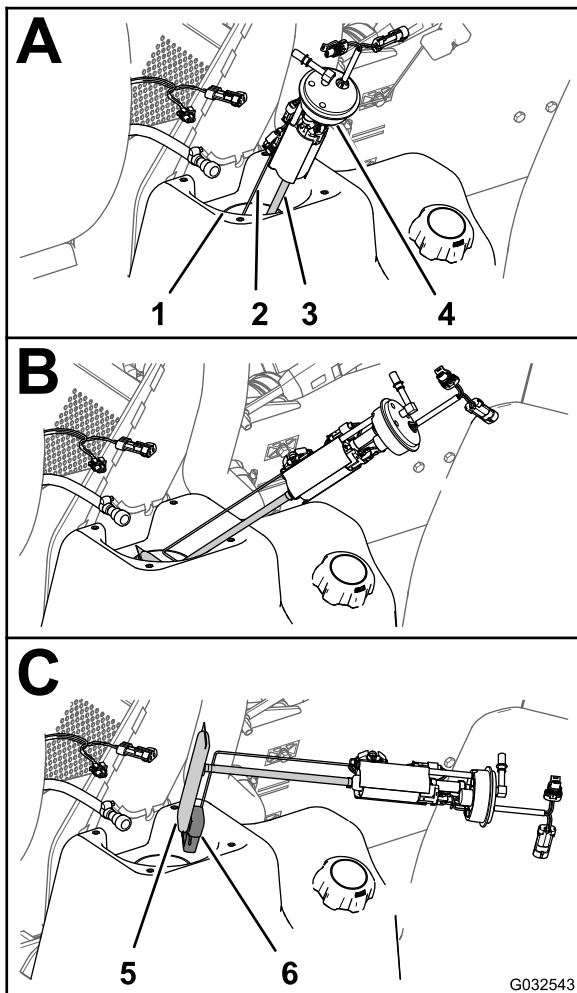
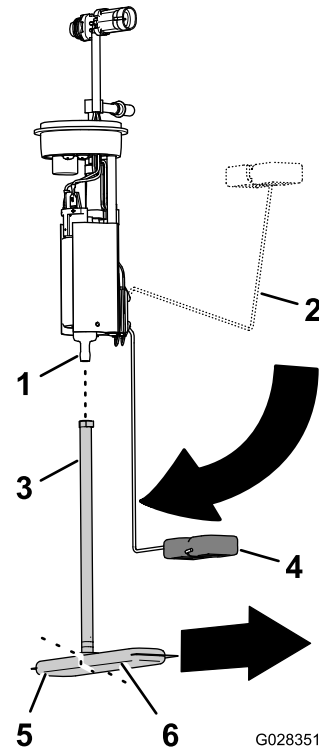

Bild 84
Bild 85
4. Heben und drehen Sie die Kraftstoffpumpe/Zuführeinheit vorsichtig aus dem Füllstutzen des Kraftstofftanks (Bild 84).
- Entfernen Sie das Aufnahmerohr des Kraftstofffilters aus dem Anschlussstück der Kraftstoffpumpe (**Bild 85**).
- Richten das Aufnahmerohr des neuen Kraftstofffilters am Anschlussstück der Kraftstoffpumpe aus (**Bild 85**).
- Richten Sie das lange Teilstück des Kraftstofffilters mit dem Schwimmer aus, wenn sich der Schwimmerarm in der Stellung des leeren Kraftstofftanks befindet (**Bild 85**).
- Schieben Sie das Anschlussstück der Kraftstoffpumpe in das Aufnahmerohr, bis das Anschlussstück vollständig sitzt (**Bild 85**).
1. Halten Sie den Schwimmerarm und das Aufnahmerohr zusammen und schieben Sie den Schwimmer und den Kraftstofffilter in die Öffnung im Kraftstofftank (Bild 84).
2. Setzen Sie die Kraftstoffpumpe/Zuführeinheit in die Öffnung im Tank (Bild 84 und Bild 85).
3. Montieren Sie die Dichtung und die Mutter über der Kraftstoffpumpe/Zuführeinheit und auf dem Füllstutzen des Kraftstofftanks und ziehen Sie die Mutter handfest an (Bild 84).
4. Verbinden Sie die Kupplung am Kraftstoffschlauch mit dem Anschlussstück der Kraftstoffpumpe (Bild 84).
5. Verbinden Sie die 2-polige Buchse des Maschinenkabelbaums mit dem 2-poligen Stecker der Kraftstoffpumpe/Zuführeinheit; verbinden Sie den 2-poligen Stecker des Maschinenkabelbaums mit der 2-poligen Buchse der Kraftstoffpumpe/Zuführeinheit (Bild 84).